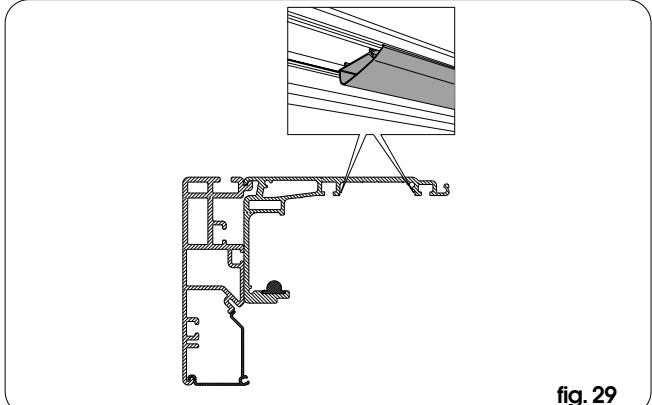

fig. 29
- Druk de kabelkanalen in de behuizing van het steunprofiel die niet in beslag genomen wordt door de aandrijfmodule (fig. 29).